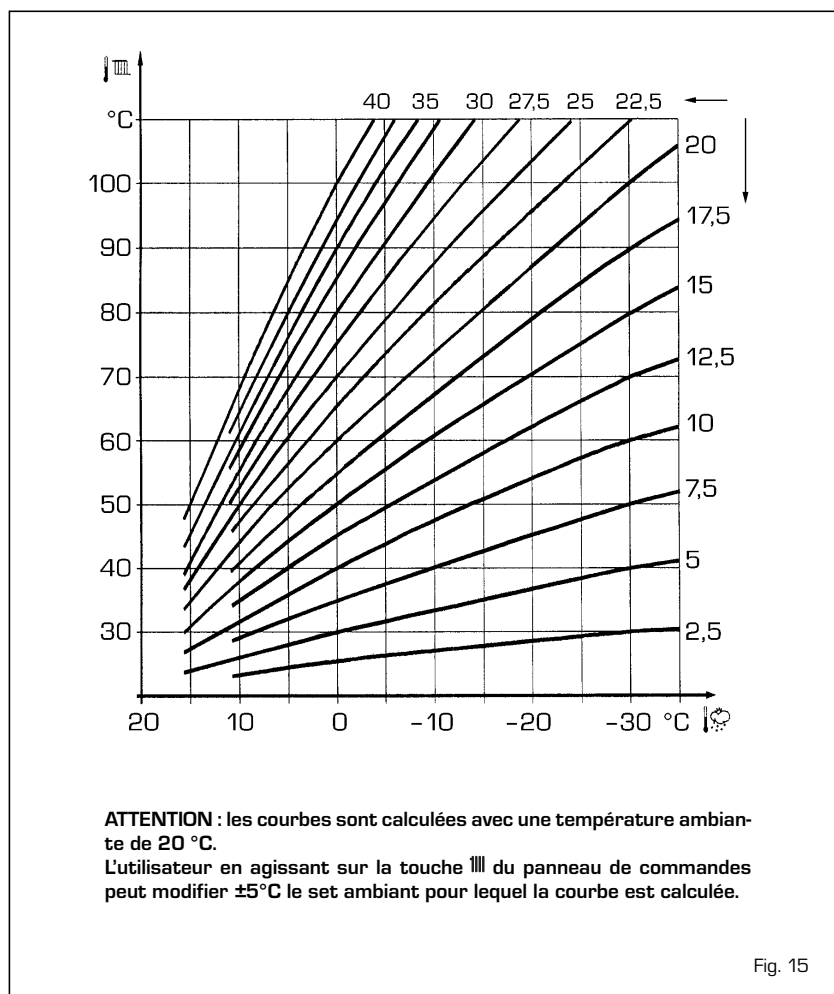

Fig. 15
3.4 SONDE EXTERNE (fig. 15)
La courbe de chauffe à programmer peut être sélectionnée entre 3 et 40 (par étapes de 1). En augmentant la pente représentée par les courbes de fig. 15, on augmente la température de départ de l'installation par rapport à la température extérieure.